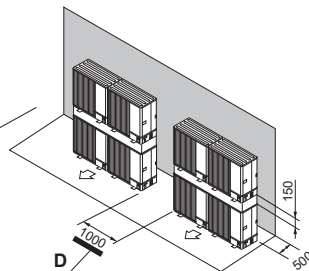

Fig. 2-21
- (7) Disposizione delle unità impilate (Fig. 2-21)
- D: Spazio (Fig. 2-21)